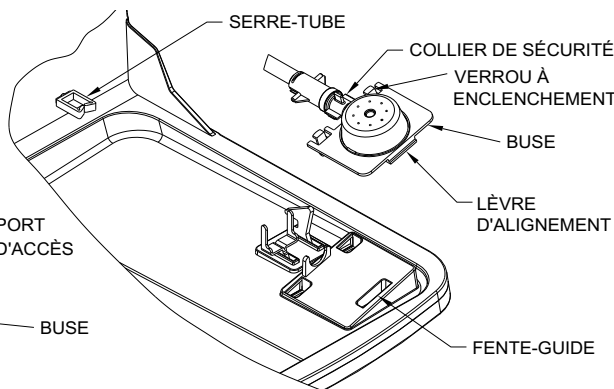

Figure 12
B. Après avoir fixé le tube de la cartouche avec le serre-tube, inclinez la buse pour insérer la lèvre d'alignement dans la fente du guide sur le plateau (réf. Figure 12).